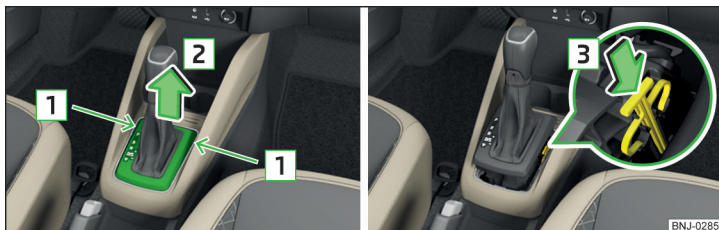

Fig. 286 Retirar la tapa / desbloquear la palanca selectora
- Introduzca un destornillador plano o una herramienta similar en la hendidura en el área de las flechas **1** » fig. 286 y levantar con cuidado la tapa en el sentido de la flecha **2**.